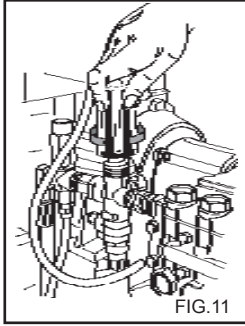

FIG.11
El dispositivo regulador de presión (fig. 11) permite regular la presión de trabajo. Girando el botón C en el sentido de las agujas del reloj (B) (mínimo), se obtiene una reducción de la presión de trabajo.